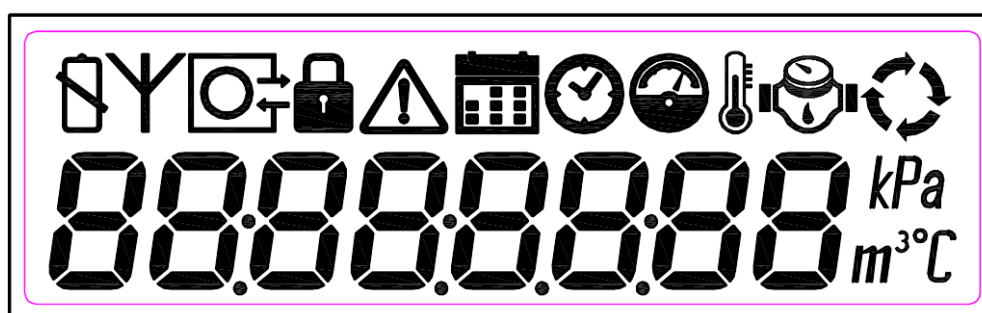

Рисунок 3 – Общий вид дисплея счетчика
2.3.2 В счетчике применен экономичный цифровой многофункциональный LCD индикатор, в интуитивно понятной форме показывающий все необходимые для эксплуатации и сервисного обслуживания данные (рисунок 3).